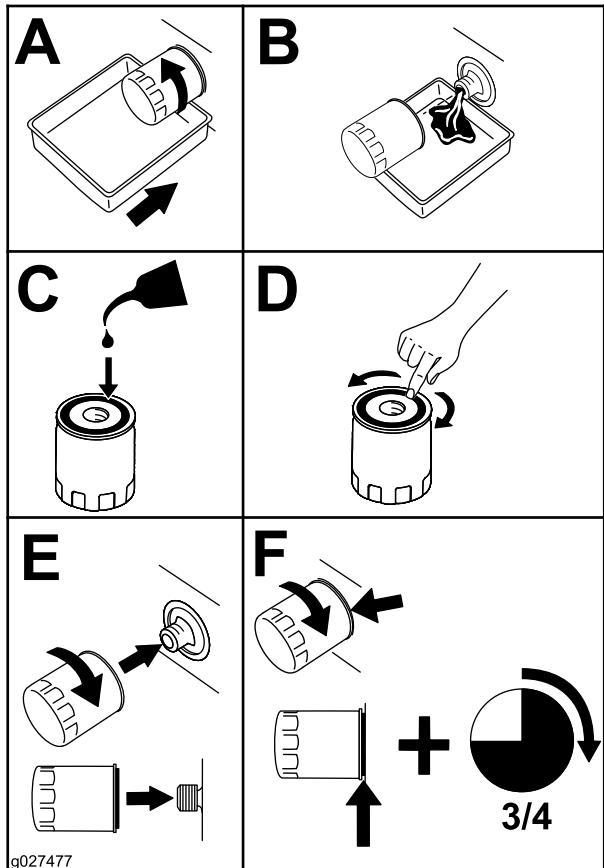

Figura 47
2. Sustituya el filtro de aceite del motor (Figura 47).